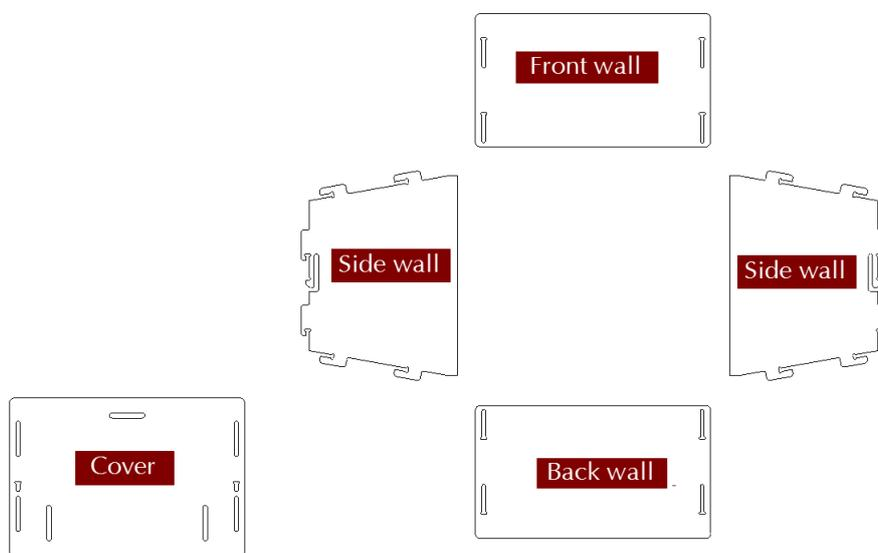
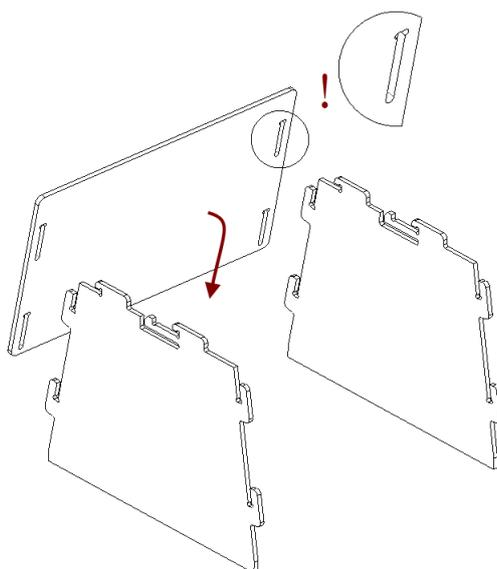
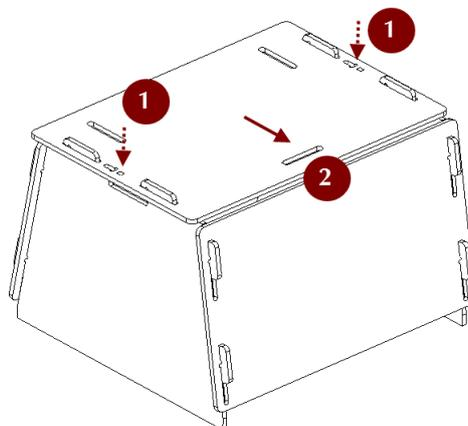

Abbildung 141: Die Teile des Scanner-Ständers.
Abbildung 142: Die Vorderwand zusammensetzen.
Abbildung 145: Die Abdeckung einrasten.
Der Scanner-Ständer wird in nicht zusammengesetztem Zustand mit Artec Spider geliefert und besteht aus fünf Teilen (siehe Abb. 141): zwei Seitenwände, eine Vorder- und eine Rückwand (diese sind jedoch identisch) und einer Abdeckung. Vor dem Zusammensetzen alle Teile wie in Abb. 141 gezeigt bereit legen. Dann die folgenden Schritte durchführen:
1. Die beiden Seitenwände in die senkrechte Stellung bringen, wie in Abb. 142 gezeigt. Unter sorgfältiger Beachtung der Orientierung des T-förmigen Schlitzes die Vorderseite mit Hilfe der beiden Haken-Paare mit den Seitenwänden verbinden. Die Vorderseite hineindrücken und nach unten bis zum Anschlag schieben. Sicherstellen, dass die drei Wände passend zueinander ausgerichtet sind.
4. Mit den Daumen gegen die T-förmigen Löcher auf der Abdeckung drücken und diese gegen die Rückwand schieben, bis ein Klickgeräusch ertönt (siehe Abb. 145).
Bemerkung: Zum Auseinandernehmen des Ständers die Arretierungen in den T-förmigen Schlitzten der Abdeckung (siehe Abb. 141) mit einem dünnen Gegenstand wie z.B. einem Kugelschreiber lösen. Die Schritte vom Zusammenbau in umgekehrter Reihenfolge durchführen (von Abb. 145 bis Abb. 142), die Teile dabei in entgegengesetzter Richtung bewegen.